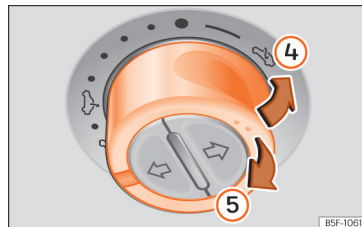

Abb. 111 Im Dachhimmel: Schalter zum Hochklappen oder Zuklappen des Dachs drücken bzw. daran ziehen.
- Hochfahren: Drücken Sie den Schalter auf die Position »» **Abb. 111** ④. Zum Einstellen einer Zwischenposition betätigen Sie den Schalter bis die gewünschte Position erreicht ist.
- Senken: Ziehen Sie den Schalter auf die Position »» **Abb. 111** ⑤. Zum Einstellen einer Zwischenposition betätigen Sie den Schalter bis die gewünschte Position erreicht ist.
»» **Abb. 111** (Pfeil ) bis das Dach vollständig geschlossen ist.